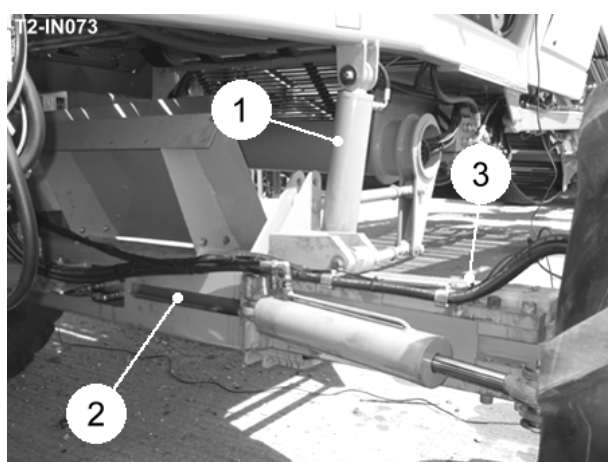

Fig 20
L'essieu arrière est équipé avec les roues manoeuvrables et est lié au châssis par un pivot et un bélier du nivellement hydraulique (item 1, fig 20). La roue RH est déplacée de la place du transport à la place du travail par le bélier de la poursuite (item 2, fig 20) dans la poutre de l'essieu.
Prévenir la corrosion et réduire friction, la RH essieu poutre (item 3, fig 20) devrait être lubrifiée utiliser de l'huile de la cire régulièrement.